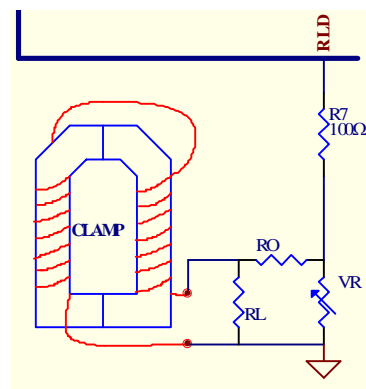

图 24 交流钳形表电流测量电路(二)
2. 由 RLD 口输入(图 24), 电流测量有四个量程可选, 即 6.000A, 60.00A, 600.0A, 6000A。在校正时可自动切换至放大状态, 以方便调整, 但正常测量时没有自动量程。